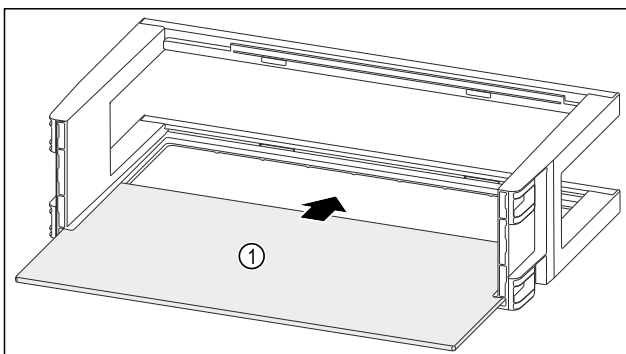

Fig. 121
- ▶ Abstellfläche Fig. 121 (1) in die seitlichen Aussparungen einschieben.